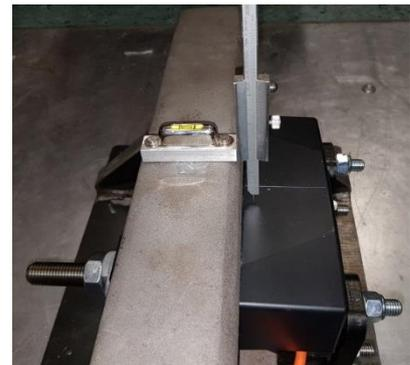

Abbildung 11: Maß Y (X) mit SAHL 2
- Die Befestigungsplatte wird so am Rest der SSK8 positioniert, dass das Abstandsmaß Y bei Neuschiene bzw. X bei abgefahrener Schiene (siehe Abbildung 11 und Abbildung 12) von der Oberkante des Radsensors zu der Oberkante des Schienenkopfes **45 mm ($\pm 1,25$ mm)** beträgt.
- Das Abstandsmaß Y bzw. X von der Oberkante des Radsensors zu der Oberkante des Schienenkopfes (siehe Abbildung 11) wird mit der SAHL2 gemessen und mit dem Sollwert 45mm $\pm 1,25$ mm verglichen. Liegt das Abstandsmaß nicht im geforderten Bereich, so muss die Befestigungsplatte der SSK8 gelockert und von Schritt 9 neu begonnen werden.
- Die Befestigungsplatte so positionieren (auf Einrasten der Riffelung achten), dass das Abstandsmaß X von der Oberkante des Radsensors zu der Oberkante des Schienenkopfes (siehe Abbildung 11) **45 mm ± 1,25 mm** beträgt. Das Abstandsmaß X kann mit einer SAHL2 gemessen werden.
- Das Abstandsmaß X von der Oberkante des Radsensors zu der Oberkante des Schienenkopfes (siehe Abbildung 11) wird mit der SAHL2 gemessen und mit dem Sollwert 45mm \pm 1,25mm verglichen. Liegt das Abstandsmaß nicht im geforderten Bereich, so muss von Schritt 1 neu begonnen werden.